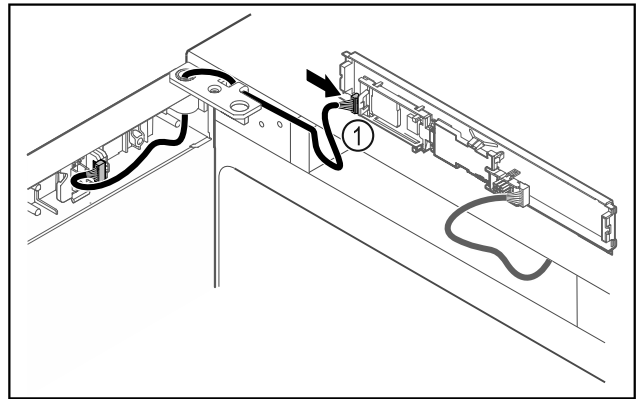

Fig. 47
- ▶ Включете щекера Fig. 47 (1) на платката.